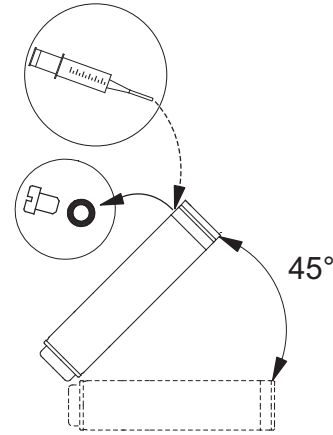

Abb. 3 Position des Motors während der Nachfüllung – MS6 und MS 6000
- Falls der Motor ab Lager geliefert wurde, muss der Füllstand vor der Montage des Motors auf die Pumpe überprüft werden, siehe Abb. 3.
- Bei Servicearbeiten muss der Füllstand überprüft werden, siehe Abb. 3.
1. Unterwasserpumpe wie in Abb. 3 gezeigt stellen. Die Einfüllschraube muss der höchste Punkt des Motors sein.
3. Mit der Füllspritze Flüssigkeit in den Motor einfüllen, Abb. 3, bis diese aus der Einfüllöffnung austritt.